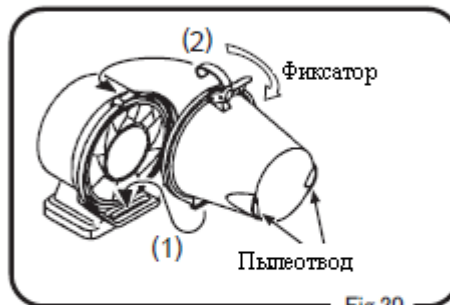

Fig.20
- c. Поставьте пылеуловитель на место и закройте фиксатор (рис. 20).